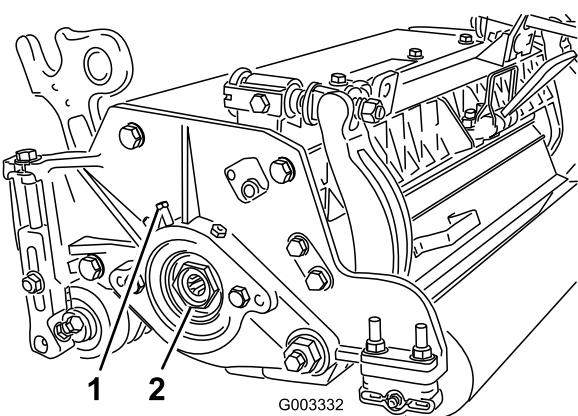

Figura 29
- A. Allentate la vite a testa cilindrica esterna che fissa il dado di regolazione del cuscinetto all'alloggiamento del cuscinetto situato sul lato sinistro dell'apparato di taglio (Figura 29).